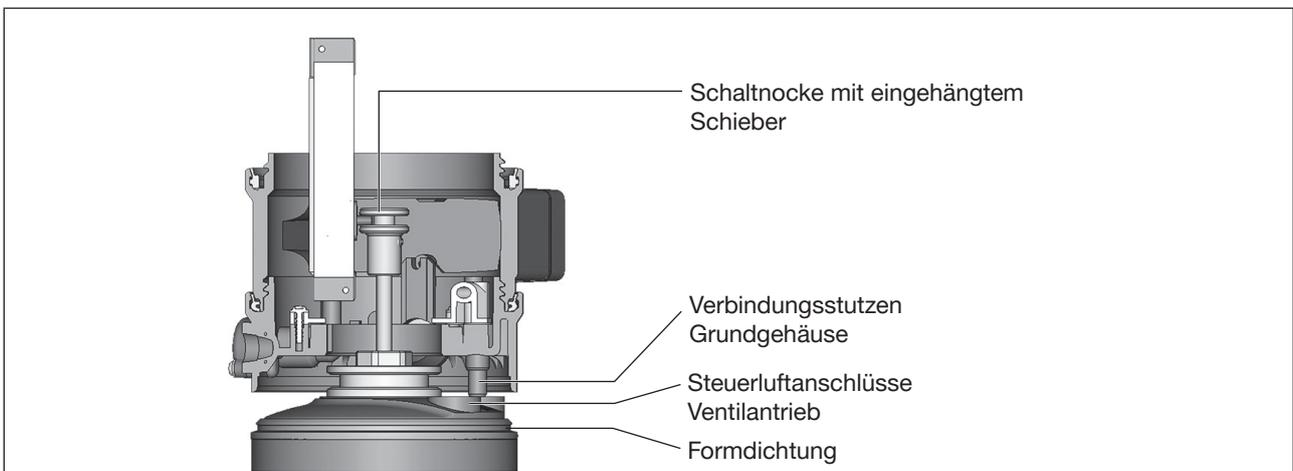

Bild 12: Wegaufnehmer zum Antrieb ausrichten
- Verbindungsstutzen des Grundgehäuses zu den Steuerluftanschlüssen des Ventilantriebs ausrichten (siehe „Bild 12“).